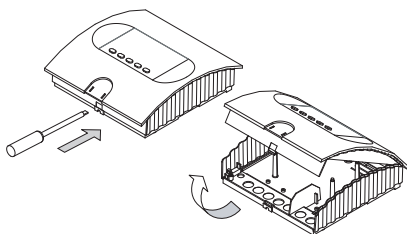
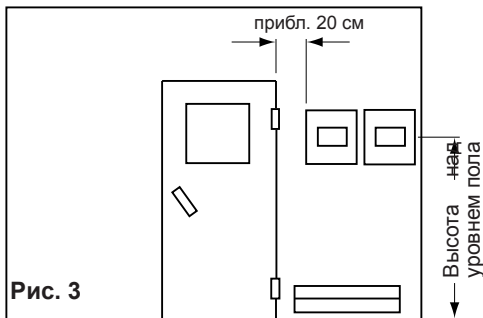

Рис. 1
Рис. 3
1. Снимите обшивку прибора управления. Для этого нажмите плоской отверткой с внутренней стороны на крепежный язычок и, повернув, вытяните верхнюю часть корпуса вверх (рис. 1). Отверстия  $\varnothing 3$  мм для поставляемых вместе с прибором шурупов 4 x 20 мм просверливаются в соответствии с указанными на рис. 3 + 3.1 размерами.